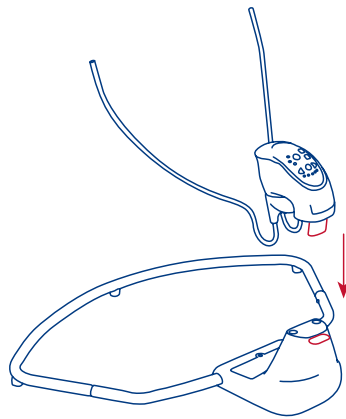

Fig. 3
- 3) • Attach the Control Unit Assembly by aligning its lower posts with the corresponding slots on the front base frame assembly. Ensure that the power cable is tucked down into the lower compartment and does not become trapped when pushing the Control Unit Assembly into place. (Fig. 3)
- Sujete el Montaje de la unidad de control alineando sus postes inferiores con las ranuras correspondientes en el montaje del armazón delantero de la base. Asegúrese de que el cable de alimentación esté dentro del compartimento inferior y no quede atrapado al presionar el Montaje de la unidad de control dentro de su sitio. (Fig. 3)